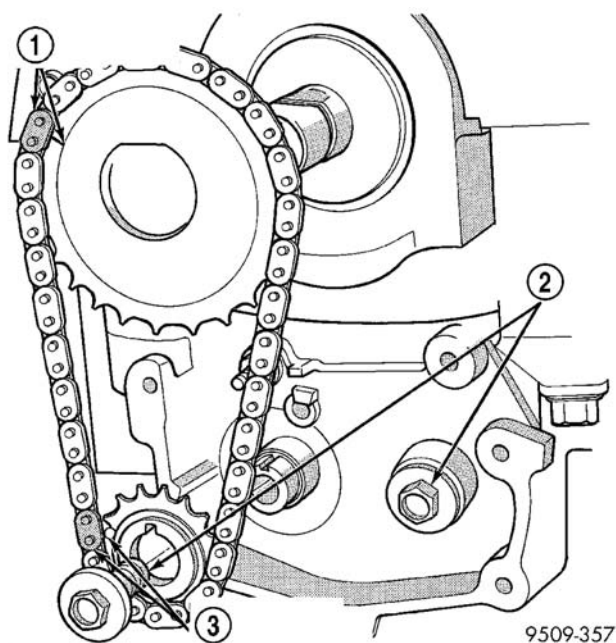
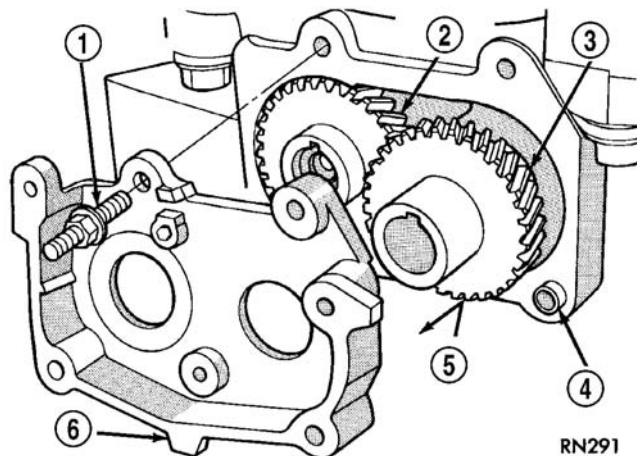

图 129 驱动链条与链轮
图 130 齿轮盖与齿轮
(5) 拆下平衡轴驱动链轮的固定螺丝（图 129）。卸下链条和链轮。
(6) 使用两个宽形撬杆，前后撬动链轮直到链轮脱离曲轴。
(7) 拆下齿轮盖的固定螺栓（双头螺栓同时固定链条导杆），拆下齿轮罩与平衡轴齿轮（图 130）。